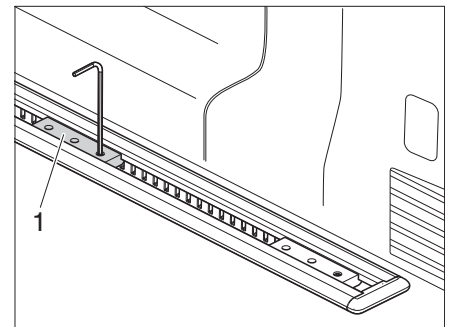

Figura 27 Desmontar el bloque deslizante
- Desatornille el tornillo de hexágono interior del bloque deslizante (Figura 27,1) **delantero** y retire el bloque deslizante del riel. No es necesario desmontar el bloque deslizante trasero.